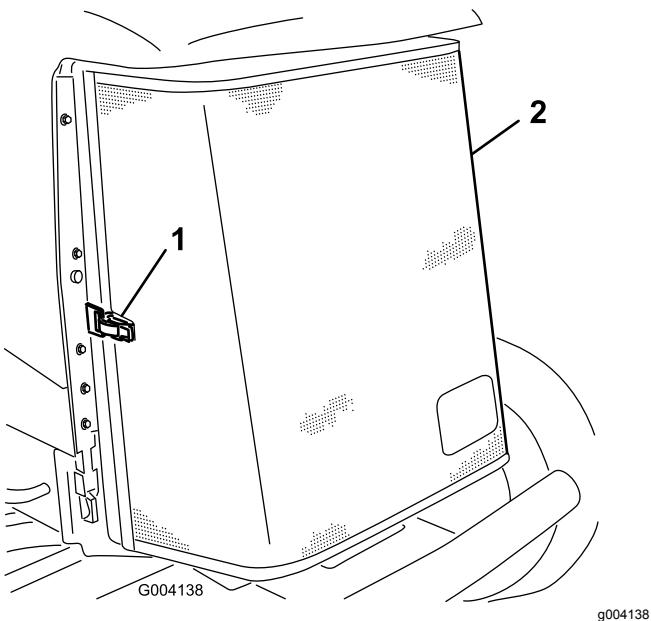

Figura 81
3. Desprenda a braçadeira e articule para abrir o painel traseiro (Figura 81).